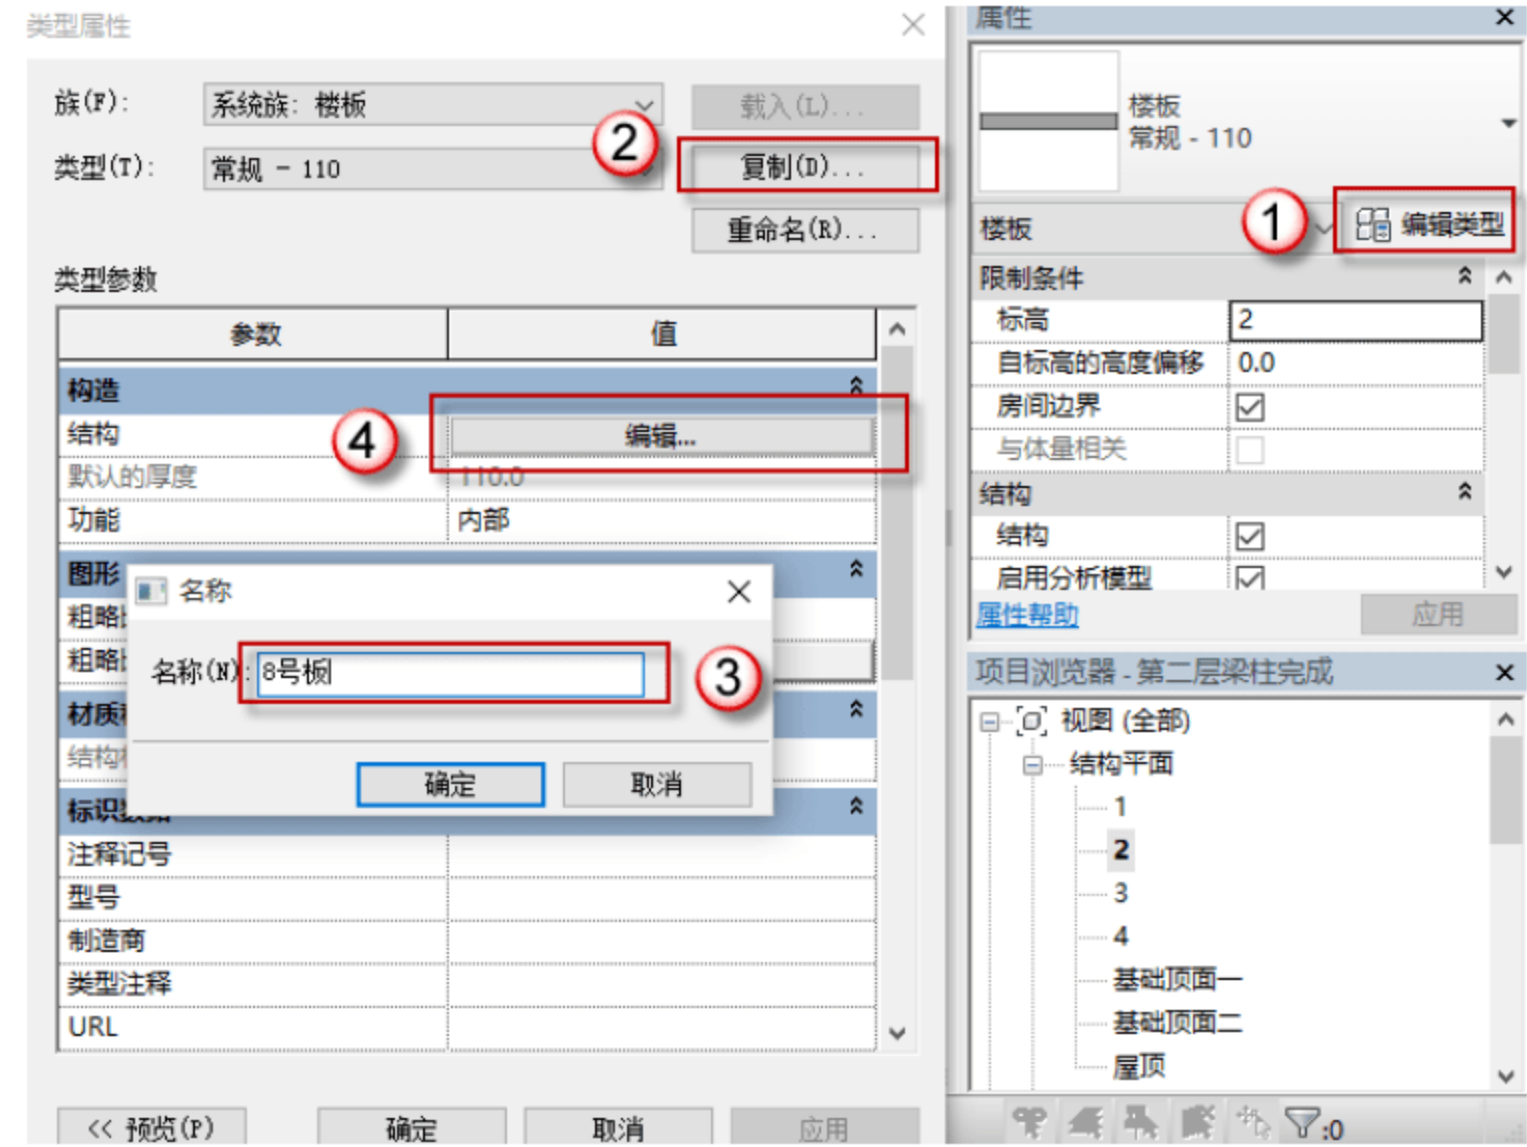

图 3.2.71 设置 8 号板参数
(17) 设置 8 号板参数，按快捷键 S+B，进入编辑模式，单击“编辑类型”按钮，在弹出的对话框中单击“复制”按钮，在弹出的对话框中命名板号，单击“确定”按钮。单击“编辑”按钮，设置参数，将板厚设置为 110，如图 3.2.71 所示。